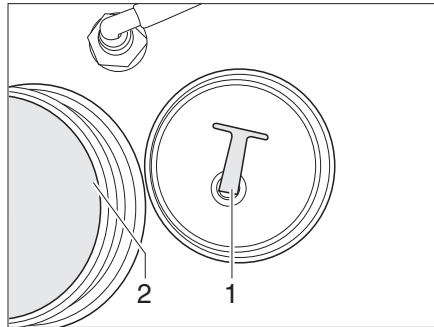

Fig. 145 Depósito de agua
- Desenroscar la tapa de cierre (Fig. 145,2) del depósito de agua.
- Extraer el tapón de cierre (Fig. 145,1) del orificio de salida. Se vacía el agua.